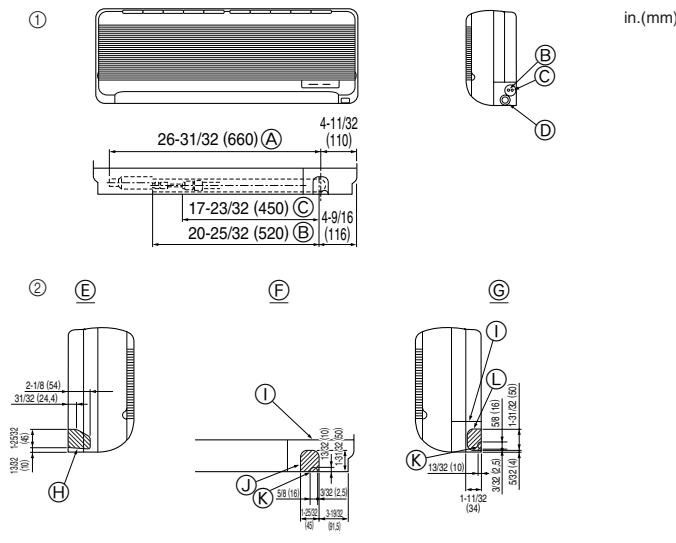

Fig. 4-3
■ PKFY-P06/P08NAMU-E (Fig. 4-3)
① Posición de los tubos del refrigerante y de drenaje